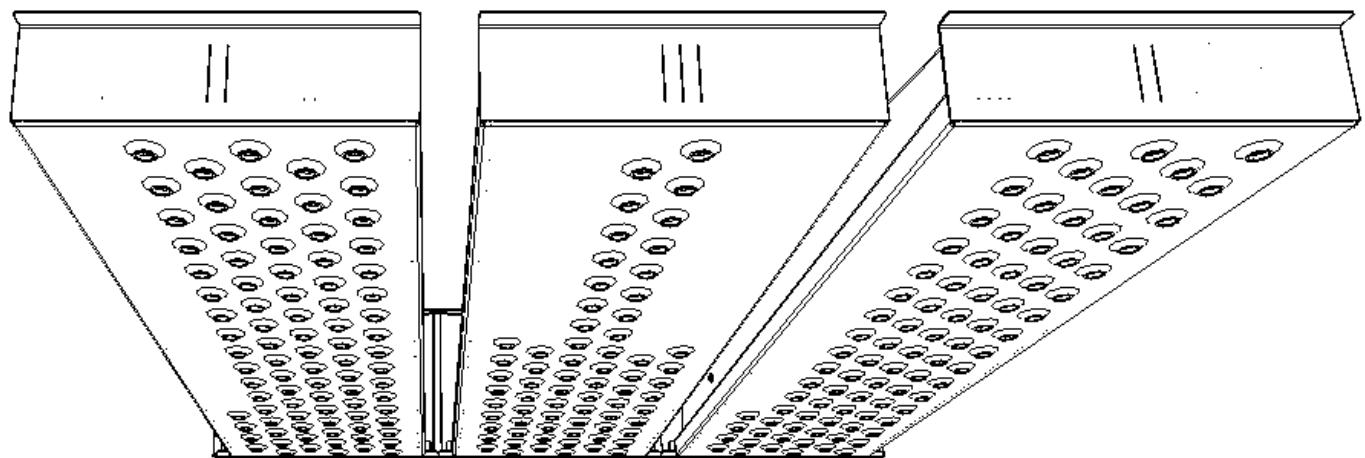
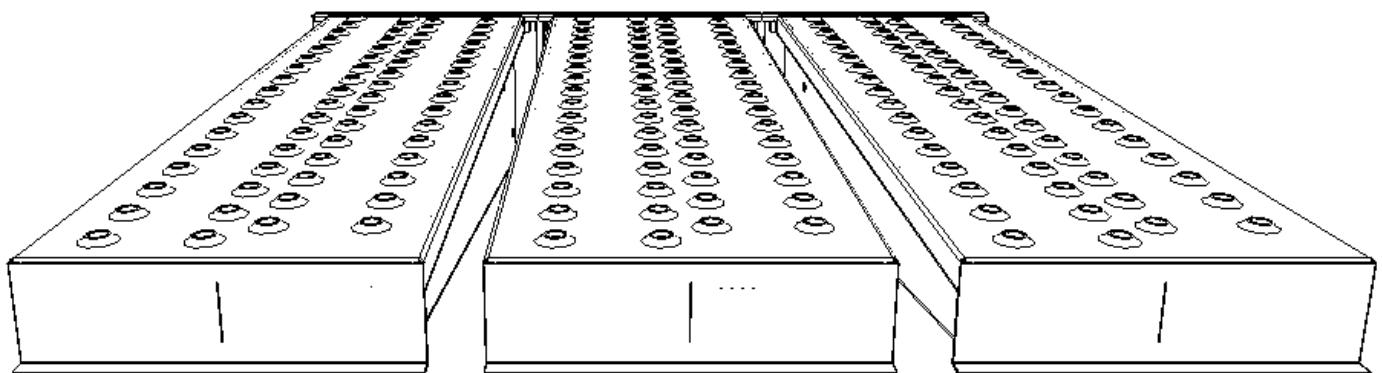

Рис. 14 – Верхний ряд воздуховодов
Рис. 15 – Нижний ряд воздуховодов
7. Установить все снятые элементы в обратной последовательности. Заводская схема установки воздуховодов указана на Рис. 14, Рис. 15, а также на табличке, установленной в изделии.